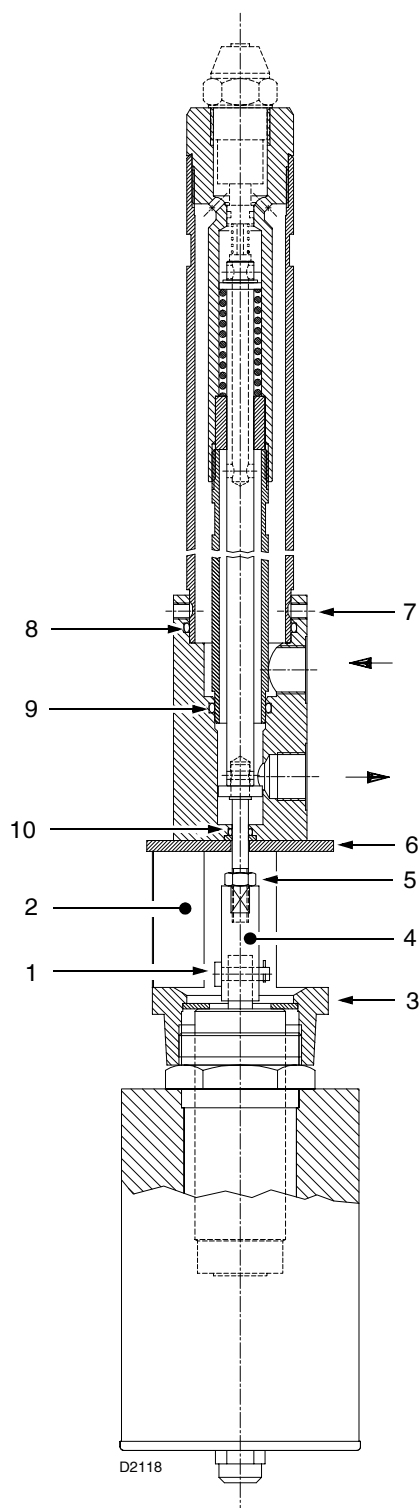

Fig. 36
- 1 Smontare la lancia dal bruciatore (vedi Fig. 36).
- 3 Sfilare il perno (1) dopo aver tolto il coperchietto (2) e la copiglia di sicurezza.
- 4 Togliere i due dadi e bulloni che collegano il supporto magnetico (3) al corpo attacchi.
- 6 Svitare il giunto (4) e il dado di bloccaggio (5) dal tirante della lancia.
- 7 Smontare la flangia (6) togliendo le due viti svasate che la fissano.
- 8 Allentare i due grani (7) e sfilare il corpo attacchi.
- 9 Sostituire gli o-ring (8) e (9) posti all'interno.
- 10 Togliere l'anello di copertura posta sopra l'o-ring (10) e smontare quest'ultimo.